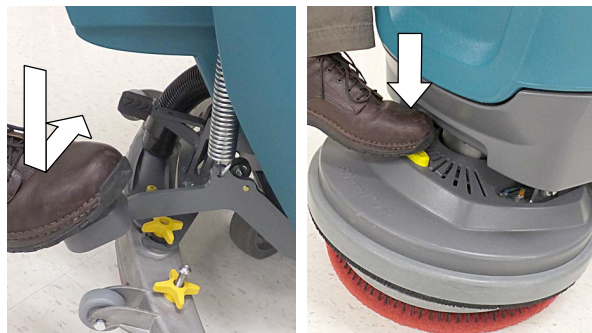

ABB. 16
- Um den (die) Polierscheibenantrieb(e)/Bürste(n) abzunehmen, heben Sie den Schrubbkopf an und drücken mit dem Fuß oder der Hand auf die gelbe Plungertaste (Abbildung 16). Die Polierscheibe fällt auf den Boden.